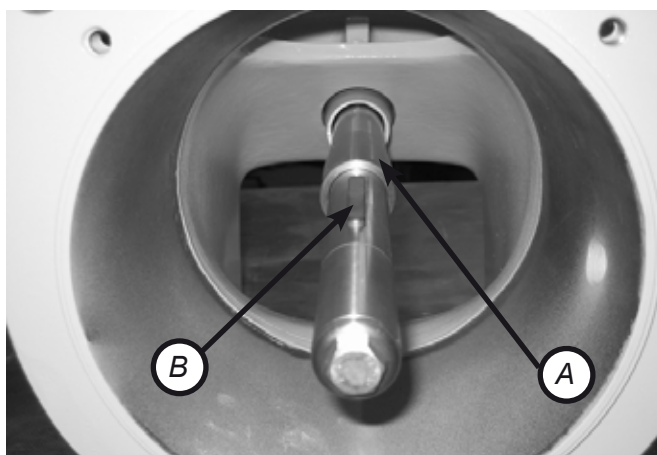

Рис. 3.3-1
Поместите клин (B) в его паз (рис. 3.3-1).